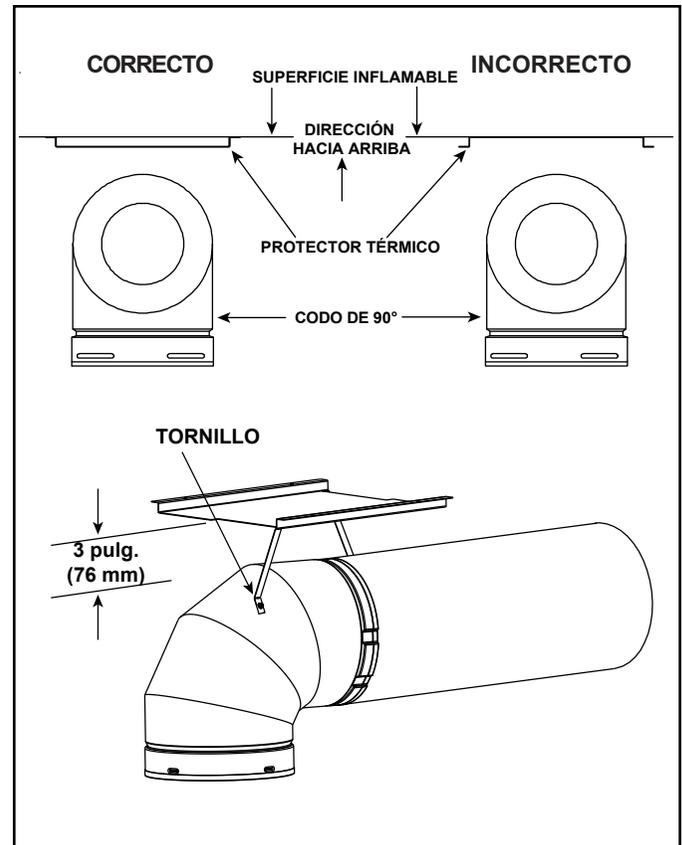

Figura 5.2 Instalación del protector térmico del codo
2. Sujete el protector en su lugar con los cuatro orificios guía. El protector debe estar orientado de manera que la dimensión (más larga) se encuentre en la misma dirección en la que apunta el codo. El protector se debe centrar directamente sobre el codo y colocar de manera que cree un espacio de aire de 1/2 pulgada (12.7 mm) entre el protector y la superficie inflamable. Consulte la Figura 5.2.